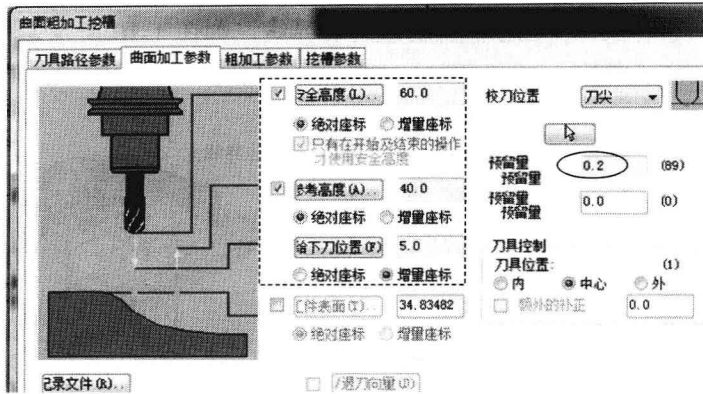

图 1-12 设置加工参数
(8) 设置曲面加工参数。在【曲面粗加工挖槽】对话框，选取【曲面加工参数】选项中，按如图 1-12 所示设置。
由图 1-12 所示得知铜公图形的 Z 最高为 34.83482, 实际加工对刀时要按照 Z=35 进行, 以保证顶部有一定的余量。最低设置 Z=0.1, 可以保证在铜公的台阶平面上留 0.1 的余量。